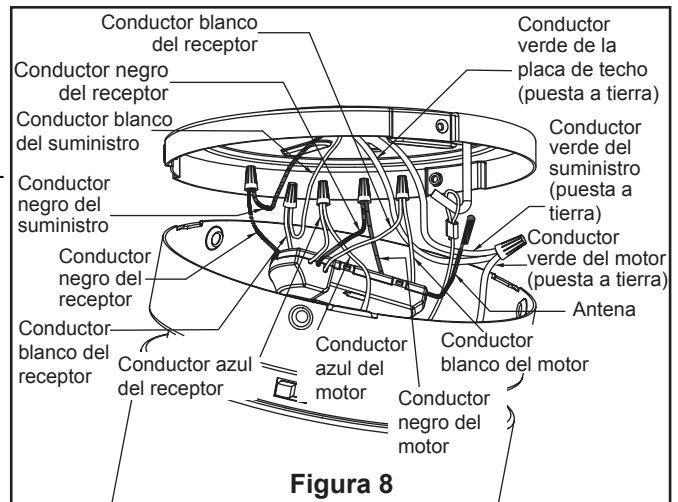

Figura 8
8. Conecte los conductores verdes de la unidad de soporte del ventilador, unidad del motor y conductor verde del suministro (puesta a tierra) con el conector de cables. Conecte el conductor negro de la unidad receptora marcado "AC IN L" al conductor negro de alimentación con el conector de cables. Conecte el conductor blanco de la unidad receptora marcado "AC IN N" al conductor blanco de alimentación con el conector de cables. Conecte el conductor blanco de la unidad receptora marcado "TO MOTOR N" al conductor blanco del ventilador con el conector de cables incluido con la unidad receptora. Conecte el conductor negro de la unidad receptora marcado "TO MOTOR L" al conductor negro del ventilador con el conector de cables que se adjunta con la unidad receptora. Finalmente, conecte el conductor azul de la unidad receptora al conductor azul de la iluminación del ventilador con el conector de cables que se adjunta con la unidad receptora. (Figura 8)
9. Luego de empalmar los cables y realizar la conexión, sepárelos y dóblelos hacia arriba con el conductor con conexión a tierra y el unidad del techo a tierra debe ir en un lado de la caja de distribución eléctrica y el unidad del techo a tierra debe ir del otro lado. (Figura 8)
- 8. Asegure el vidrio en la ensamble del kit de iluminación girándolo en el sentido de las agujas del reloj. Gire el vidrio gradualmente **hasta que encaje en la ensamble del kit de iluminación**. Sin apretar demasiado. (Figura 8)